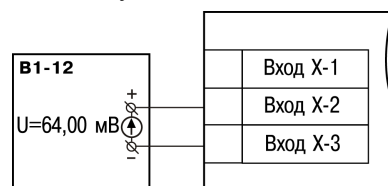

Рисунок 8.3 – Подключение источника постоянного напряжения
1. Подключить к прибору источник постоянного напряжения классом точности не ниже 0,05 (например, прибор для поверки вольтметров В1-12), соблюдая полярность (рисунок 8.3).